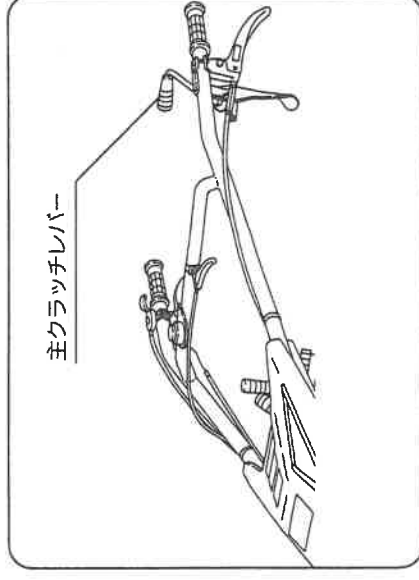

図18
③ 高速の「前進後進」の切換操作は主クラッチを一旦切ってからおこなってください。(図18)